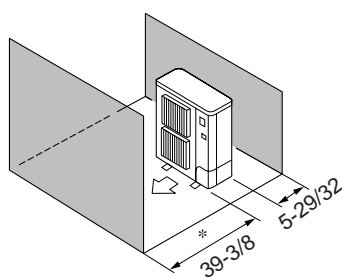

Fig. 2-6
- ⑤ Obstáculos sólo en la parte delantera y trasera (Fig. 2-6)